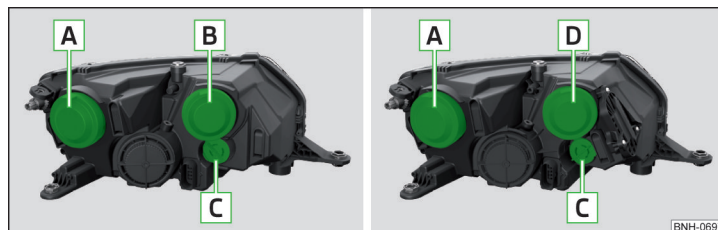

Fig. 269 Farul din stânga: Faruri cu halogen/ faruri cu halogen cu lumină de zi cu leduri
Disponerea becurilor cu incandescență » fig. 269
- › Scoateți capacul de protecție **B** » fig. 269 la pagina 241.
- › Așezați capacul de protecție **B** » fig. 269 la pagina 241.
- › Scoateți capacul de protecție **A** » fig. 269 la pagina 241.
- › Așezați capacul de protecție **A** » fig. 269 la pagina 241.
- Scoateți capacul de protecție **D** » fig. 269 la pagina 241.
- Așezați capacul de protecție **D** » fig. 269 la pagina 241.